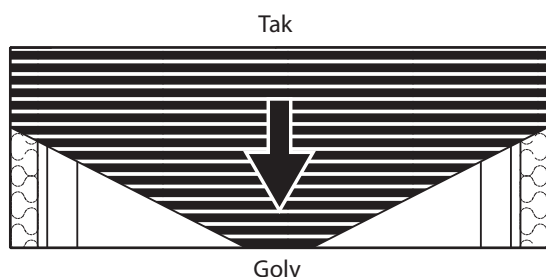

Bild 1. Korrekt placering av ljudabsorptionsbaffel i tryckfördelningslådan.
- ⚠️ För korrekt funktion måste baffelns spets installeras riktad nedåt i tryckfördelningslådan, se bild 1.
- Bakansluten trycklåda BRLB måste monteras med hänsyn till clipsfjäders placering (riktad neråt), för att säkerställa ljudabsorptionsbaffelns position (bild 1).